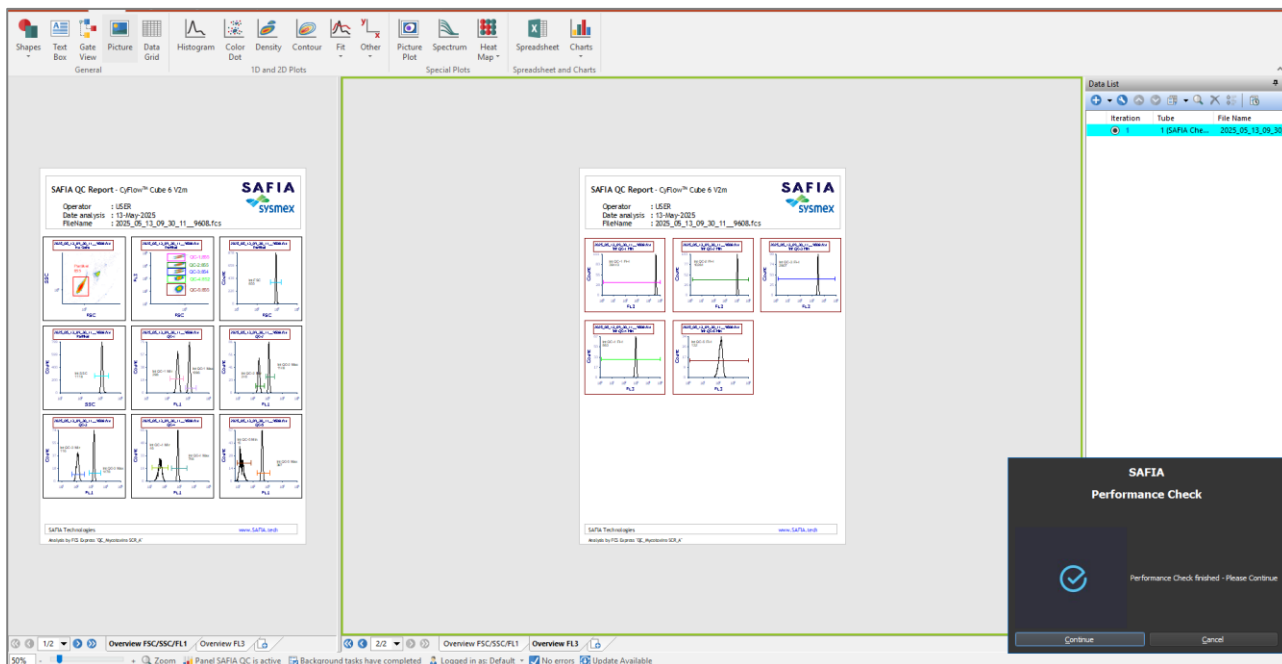

Abbildung 7. Darstellung der .fcs-Daten in FCS Express
3. Wenn die Messung beendet ist, öffnet sich automatisch das Programm *FCS Express*. Auf der linken Seite sind die oben beschriebenen Plots und Histogramme zu sehen, auf der rechten Seite in *Datalist* ist die verwendete .fcs-Datei sichtbar (siehe Abbildung 7). Wenn nicht automatisch die richtigen Daten geladen werden, beachten Sie die Hinweise in Abschnitt 10.4.